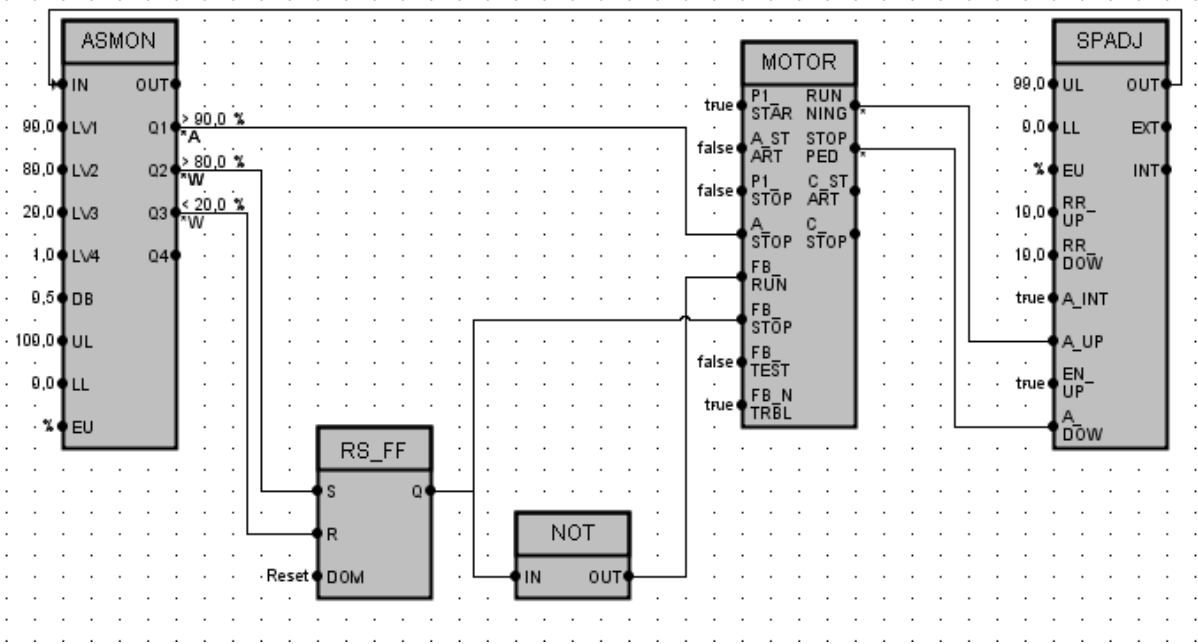

Рис. 2.19. Функциональная схема реализации логики системы двухпозиционного регулирования уровня в баке
Функциональная схема реализации логики для выполнения задания, приведена на рис. 2.19.
1. Открыв функциональную схему задания №1, внесите на нее недостающие блоки, что бы получить схему как представлено на рис. 2.19.